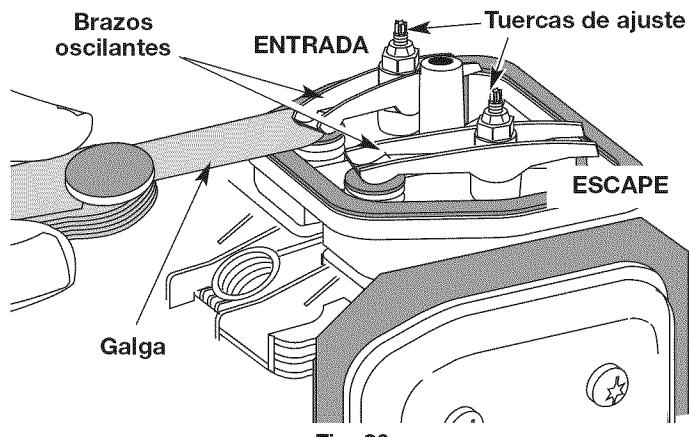

Fig. 26
- El pistón se encuentre en la parte superior de su recorrido mientras mira dentro del orificio de la bujía de encendido (Fig. 26).
8. Deslice la galga entre el brazo oscilante y el resorte de retorno de la válvula. Mida el huelgo entre el vástago de la válvula y el brazo oscilante (Fig. 26 y 27). Realice esto en las válvulas de entrada y de escape.
El huelgo recomendado para las válvulas de entrada y de escape es 0,076 – 0,152 mm (0,003 – 0,006 pulgadas). Use un calibrador regular de automóvil de 0,127 mm (0,005 pulgadas). El calibrador debe deslizarse entre el balancín y el vástago de la válvula con una ligera cantidad de resistencia, sin doblarse (Fig. 26 y 27).